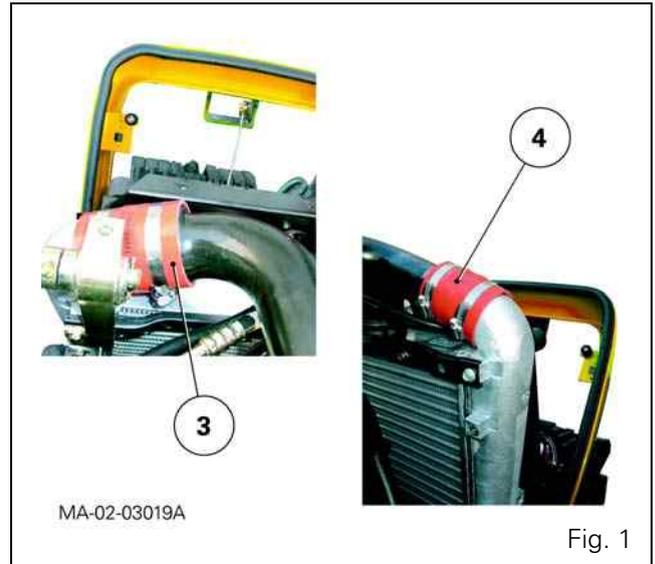

Fig. 1
- los manguitos de aire (3) y (4) en el enfriador (motor CAT105 CV Fig. 1 Fig. 14).